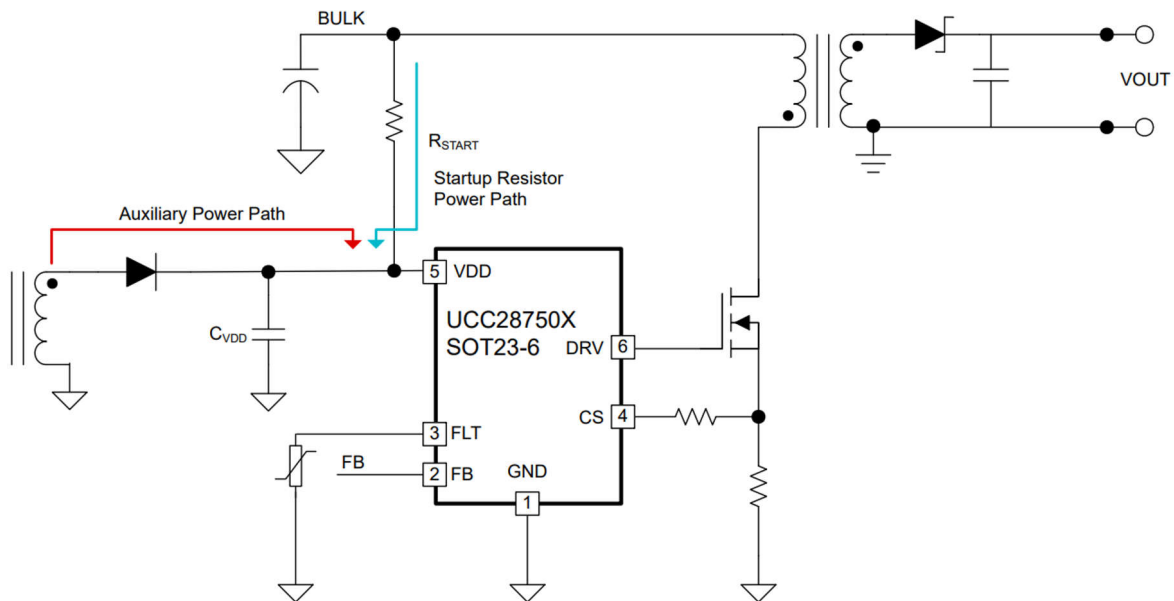

图 5-1. VDD 充电路径
1. VDD 引脚通常通过连接到整流体电压的电阻器网络供电，之后在交流/直流反激式应用中通过辅助绕组供电，充电路径如图 5-1 所示。